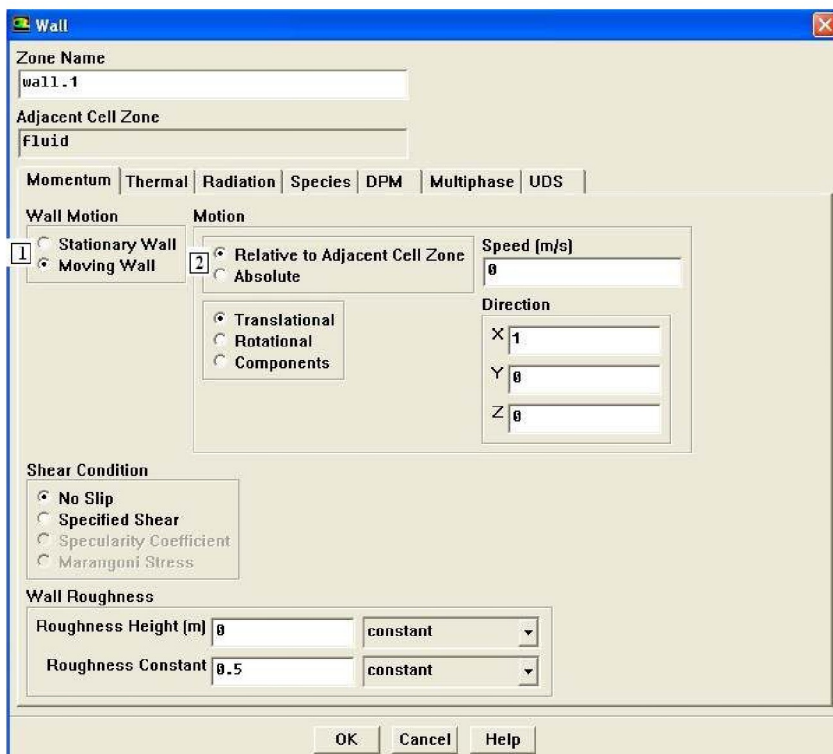

Рис. 7.6. Меню задания граничного условия стенки
2. Описывается движение стенок, ограничивающих расчетную область. Оно определяется в поле *Wall Motion* в меню задания ГУ стенки *Define* → *Boundary Condition* → *Wall* (рис. 7.6). Если при описании движения элементов в поле *Wall Motion* выбрана опция *Stationary Wall* (позиция 1 на рис. 7.6), то это значит, что стенка неподвижна относительно СК, в которой находится зона потока и к которой принадлежит стенка. Таким образом, если зона находится в подвижной СК, то стенка движется относительно абсолютной СК со скоростью подвижной.
Если стенка неподвижна в абсолютной СК или движется со скоростью отличной от скорости движения подвижной системы, то она считается подвижной. В этом случае, в ГУ *Wall* следует задать параметры движения стенки (в поле *Wall Motion* выбирается опция *Moving Wall* (рис. 7.6)). Скорость движения стенок задается подобно тому, как задавалось движение СК.
Опция *Relative to Adjacent Cell Zone* (позиция 2 на рис. 7.6) определяет то, что скорость движения стенки будет задаваться в подвижной СК.
Опция *Absolute* (позиция 2 на рис. 7.6) определяет то, что скорость движения стенки будет задаваться в абсолютной СК.
Если стенка неподвижна в абсолютной СК, то следует выбрать опцию *Absolute* (позиция 2 на рис. 7.6) и в поле *Speed* ввести скорость равную нулю.